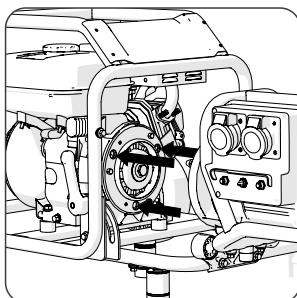
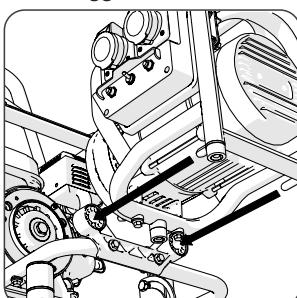

Fig. 1a (che mostra i perni di centraggio)
Fig. 1b (che mostra i perni stabilizzanti posteriori)
- Tenere l'accessorio per il suo telaio esterno e installarlo sul motore. Allineare visivamente i 3 perni di centraggio (**Fig.1a**) e i 2 perni stabilizzanti posteriori (**Fig.1b**). Se necessario, richiedere l'aiuto di una persona competente.